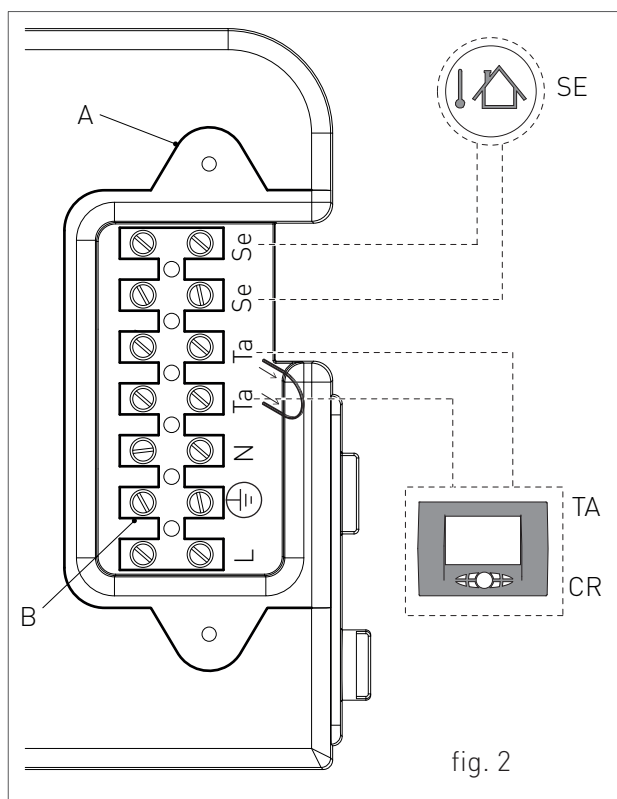

fig. 2
- > rimuovere il mantello frontale della caldaia (vedi capitolo ACCESSO ALLA CALDAIA); svitare le due viti e rimuovere il piastrino "A" (vedi fig. 2).
- > Una volta rimosso il piastrino effettuare i seguenti collegamenti sulla morsettiere "B" (vedi fig. 2):